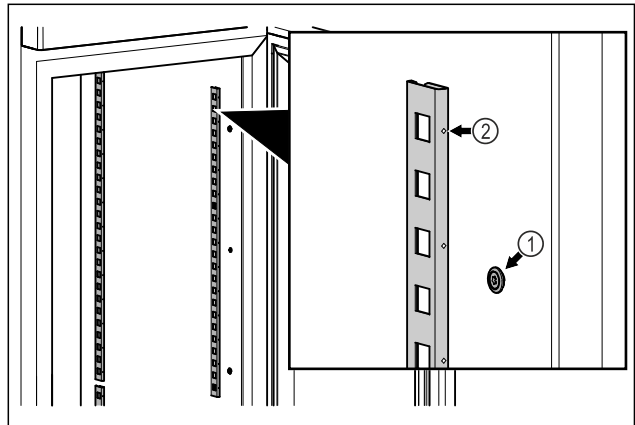

Fig. 17 Vejledende illustration
- ▶ Hægt glaslisterne Fig. 17 (1) fast i ophænget. Mærket Fig. 17 (2) skal pege fremad.